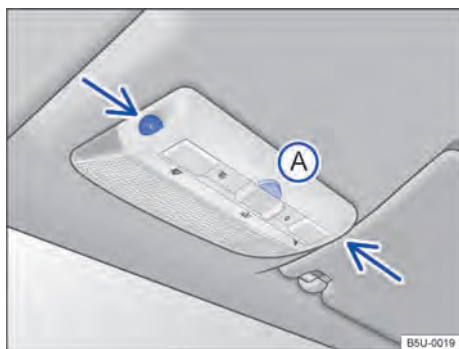

Fig. 50 No console do teto: sensores de monitoramento do interior do veículo e tecla (A) para desligar o monitoramento do interior do veículo.
O monitoramento do interior do veículo dispara o alarme com o veículo travado, se reconhecer movimentos no interior do veículo. O sensor e o receptor estão localizados no conjunto da lanterna de leitura → **Fig. 50** (setas).
- Pressionar a tecla → **Fig. 50** (A). No painel de instrumentos, a luz de controle se acende.